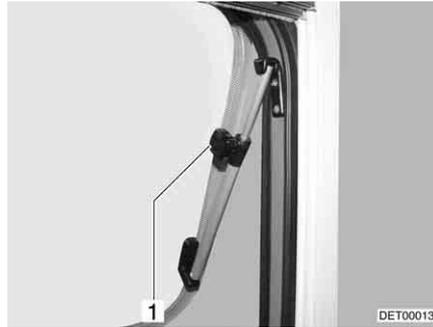

Bild 53 Ausstellfenster mit Dreh-Aussteller
- Das Ausstellfenster bis zur gewünschten Stellung öffnen und mit Rändelknopf (Bild 53,1) feststellen.
- Rändelknopf (Bild 53,1) drehen, bis die Arretierung freigegeben wird.